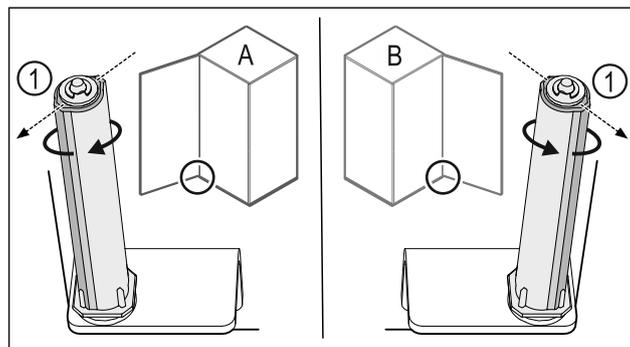

Fig. 48 Butée gauche (A) / butée droite (B)
- Tourner le système de fermeture contre la résistance jusqu'à ce que l'arête du système de fermeture Fig. 48 (1) soit tournée vers l'extérieur.